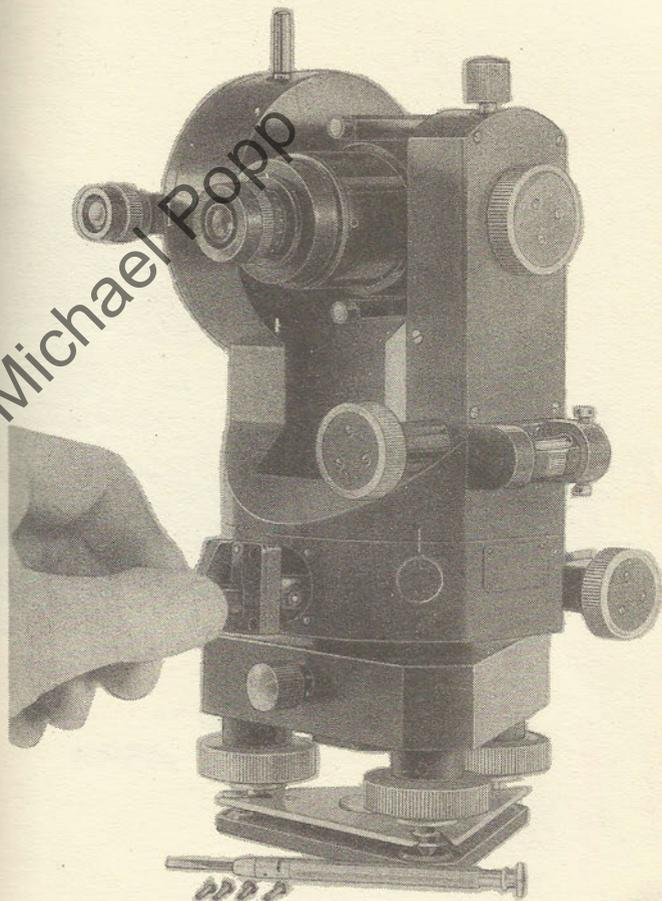

Bild 7
1.(Bild 7) Über die Trennungsfuge von Alhidaden-Ober- und Unterteil vertikalen Bleistiftstrich ziehen, um das Wiederaussetzen zu erleichtern. Die vier Halteschräbchen der geöffneten Horizontalkreisklemme lösen und Horizontalkreisklemme waagrecht aus dem Unterbau herausziehen. Paßstifte beachten.